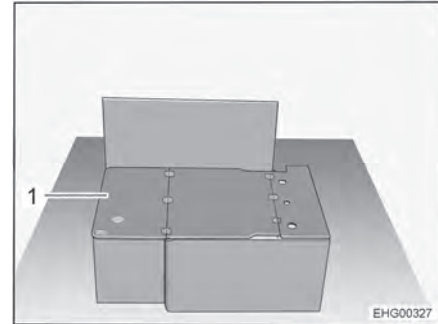

Bild 23 Längssitzbank ohne Polster
- Auflagebrett (Bild 23,1) um 180° umklappen und auf Sitztruhendeckel legen.